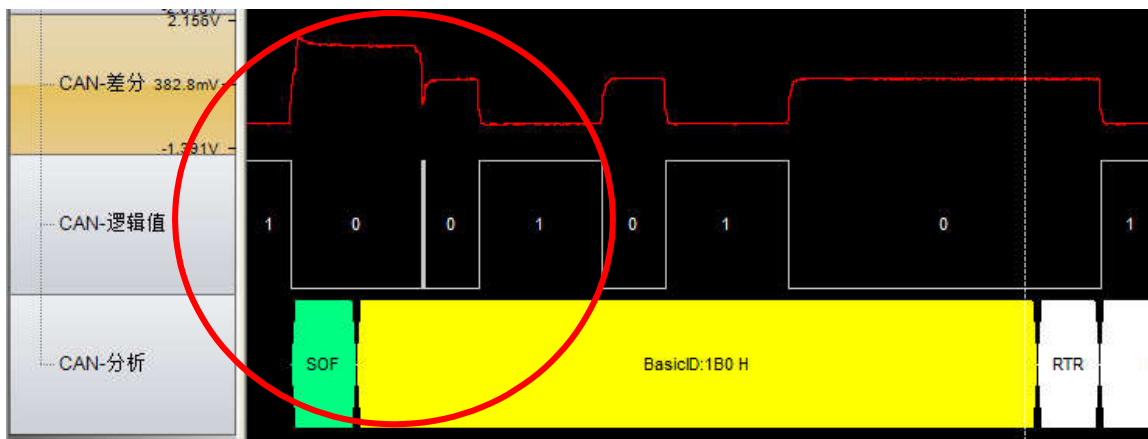

图 6.5 竞争时导致的尖峰
3. 拥堵的还有一个重要的危害就是发生报文竞争，导致仲裁。在仲裁结束时，容易产生尖峰脉冲，有导致位翻转的隐患，特别是在容抗较大场合，容易导致位错误。如图 6.5 所示。